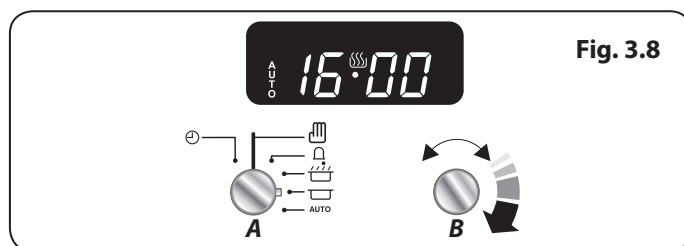

Fig. 3.8
8. Tournez le bouton Réglage (B) pour régler l'heure à laquelle vous souhaitez que votre four s'arrête (Fig. 3.8).